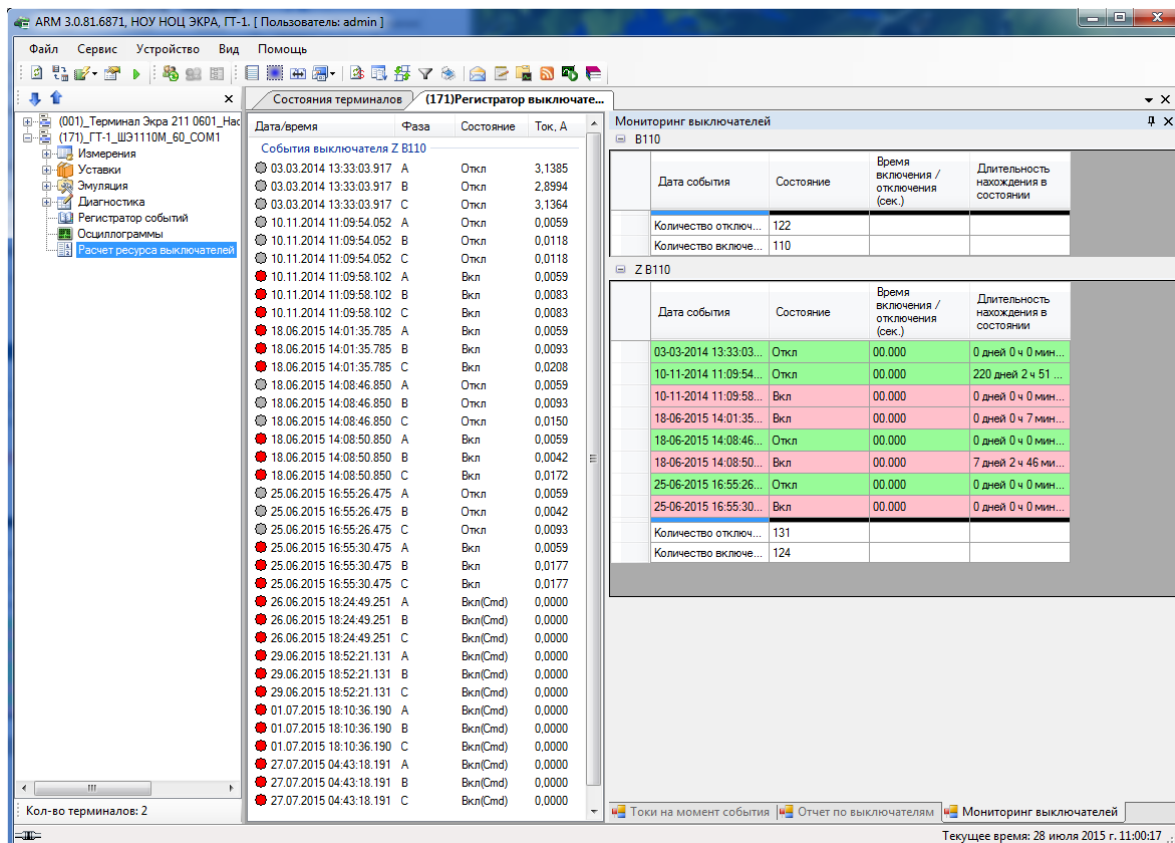

Рисунок 2.129
– Мониторинг выключателей – отображает временные параметры выключателей (см. рисунок 2.129).